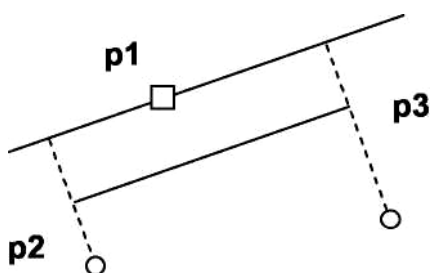

Рис. 1.9. - Построение отрезка, параллельного заданной прямой
1) **Параллельный отрезок.** Построения на чертеже: а) указать графическим курсором прямую (точка **p1**), которой должна быть параллельна искомая прямая; б) задать численное значение расстояния между параллельными прямыми в панели свойств окна «**Расстояние**»; в) указать графическим курсором две точки **p2** и **p3**, принадлежащим вспомогательным прямым, ограничивающим длину параллельного отрезка (рис. 1.9).